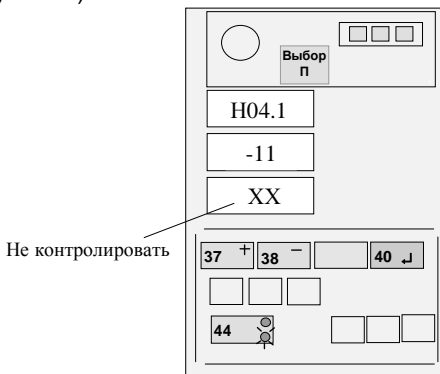

Рисунок 16 - Ввод температурного коэффициента
Если значение коэффициента, указанное на жгуте ПрД, отличается от значения, выдаваемого на средний ИЖЦ, нажатием кнопки 44 установить на верхнем ИЖЦ код "Н04.1", а затем, нажимая кнопки "+" (37) и "-" (38), установить на среднем ИЖЦ значение коэффициента для штокового ПрД (см. рисунок 16, на котором в качестве примера установлено значение для коэффициента М11), причем знак плюс на индикаторе не отображается, а знак минус отображается символом " - ".